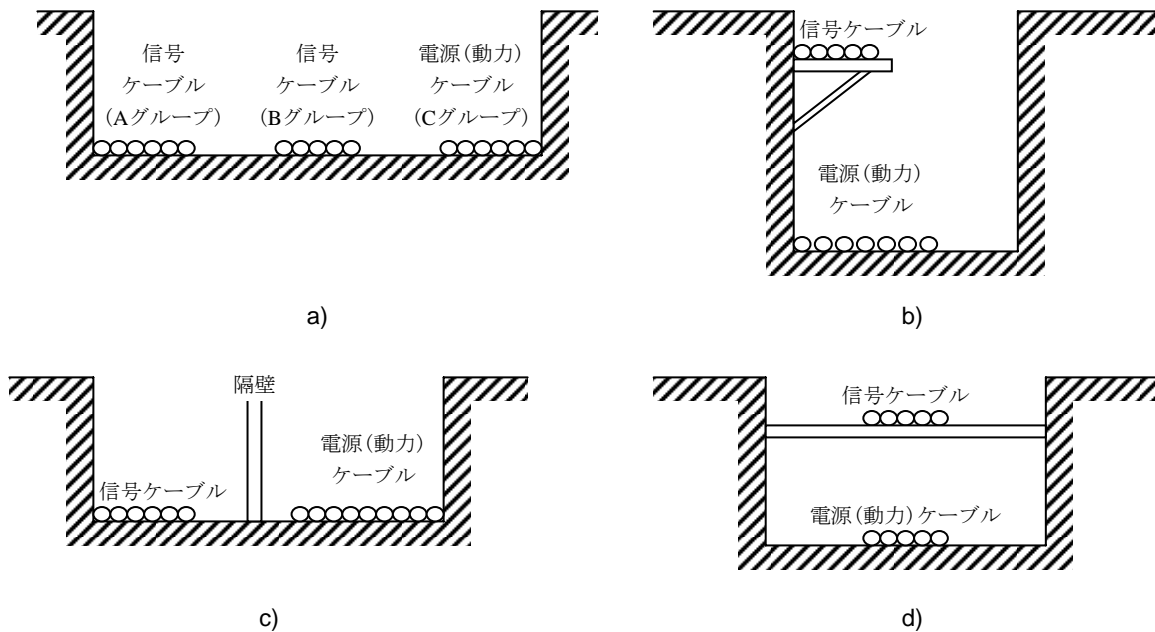

図12 信号ケーブル及び電源ケーブルの隔離方法
- 1) 性質の異なる信号ケーブルを同一ダクト内に入れる場合は、必ず隔離する(図12参照)。